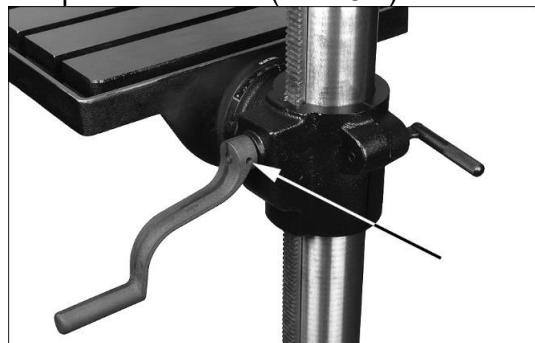

Рис. 6-1: установка изогнутой рукоятки
- Установите изогнутую рукоятку на вал кронштейна стола и затяните установочный винт с помощью 3 мм шестигранного ключа (Рис. 6-1).